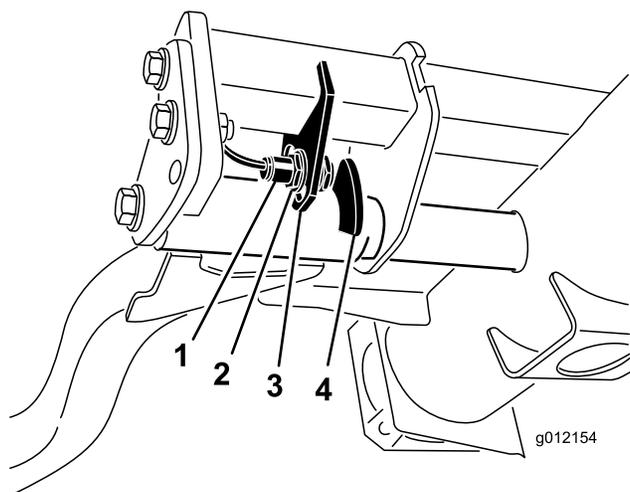

図 43
2. 昇降アームのスイッチは、油圧のメインタンクの下にある右前昇降アームの後ろ側に装着されている（図 43）。
3. スwitchの取り付けネジ（図 43）をゆるめ、スイッチの位置を下げると、昇降アームの旋回高さが長くなり、上げると、昇降アームの旋回高さが短くなる取り付けボルトを締め付ける。